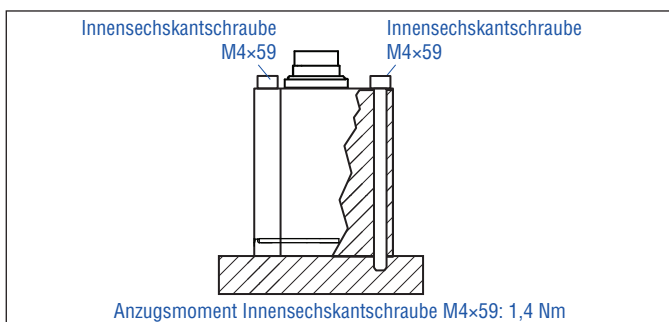

Abb. 20: Befestigung mittels Innensechskantschrauben M4×59
- Montieren Sie das Sensorelektronikgehäuse über die 3 Innensechskantschrauben M4×59 aus unmagnetischem Material. Anzugsmoment: 1,4 Nm (Abb. 20). Sichern Sie die Schrauben vor dem Wiedereinbau, z.B. mit Loctite 243.
- Montieren Sie das Sensorelektronikgehäuse über 3 Innensechskantschrauben M4×59 aus unmagnetischem Material. Anzugsmoment: 1,4 Nm (Abb. 20). Sichern Sie die Schrauben vor dem Wiedereinbau, z.B. mit Loctite 243.